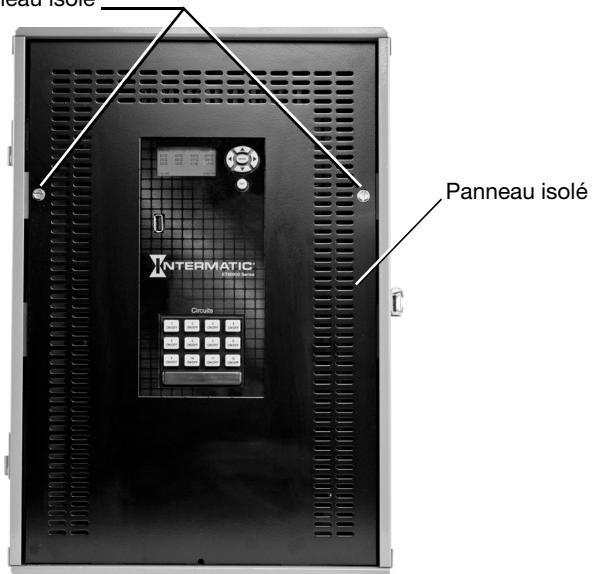

Figure 1. Enlevez le panneau isolé.
- Retirez les vis sur le panneau isolé et enlevez le panneau isolé de l'enceinte (voir la figure 1).